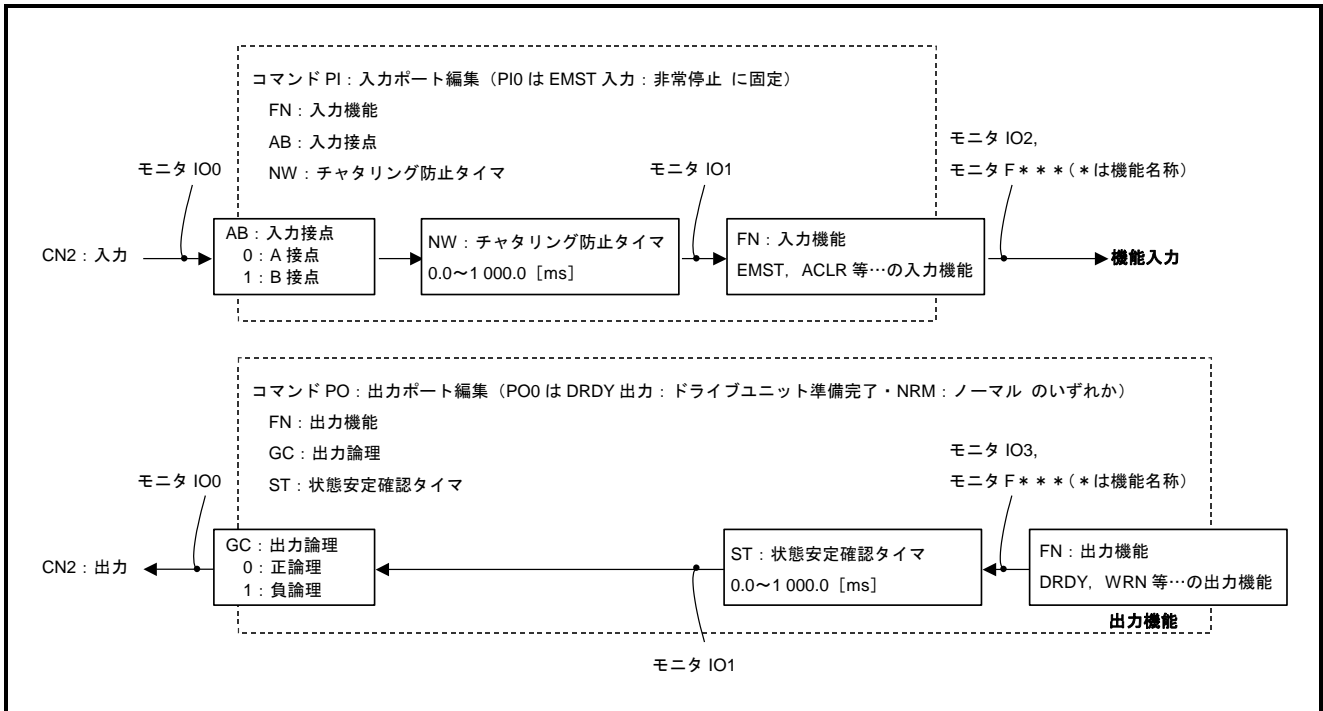

図 7-5：制御入出力の機能構成と状態のモニタ
- ドライブユニットの制御入出力機能とモニタ IO の関係は「図 7-5：制御入出力の機能構成と状態のモニタ」のようになります。